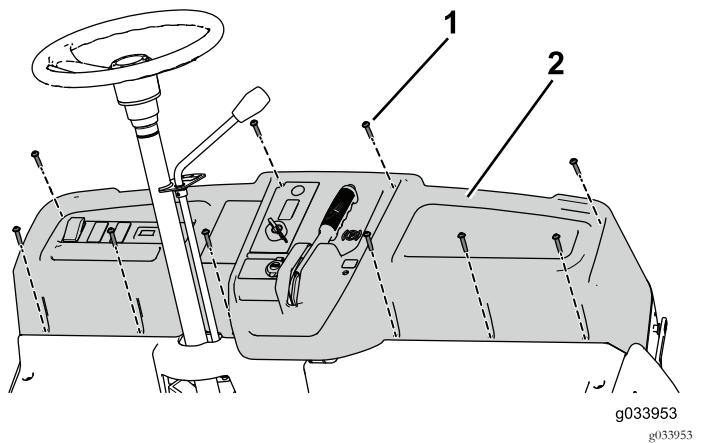

図 81
5. ダッシュボードを車体に固定するねじ $1/4 \times 1-1/4$ インチ10本を使用する図 81。